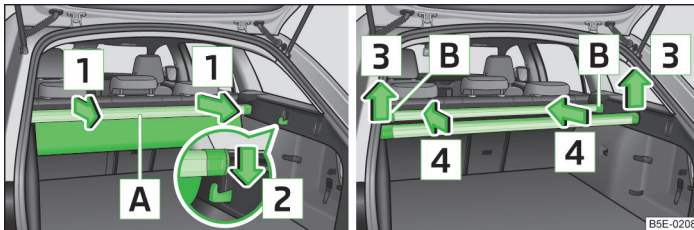

Abb. 95 Multifunktionstasche: herausziehen / einschieben
- › Die hintere Leiste **A** » Abb. 95 mit beiden Händen fassen und die komplette Tasche in Pfeilrichtung **1** herausziehen.
- › Die hintere Leiste von den Haken in Pfeilrichtung **3** » Abb. 95 abnehmen.